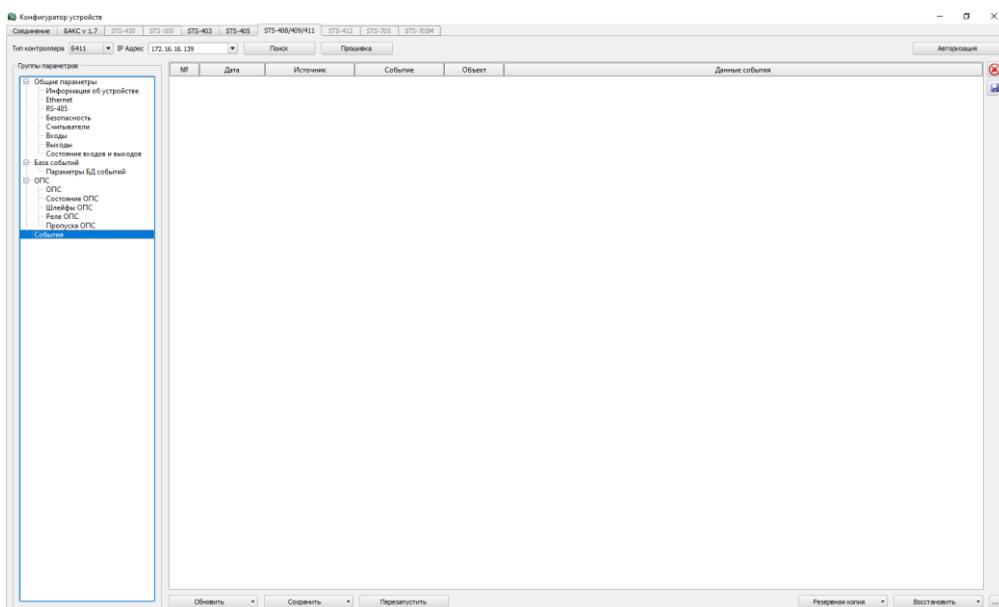

Рисунок 29 – События
- События – сюда записываются события, которые имели место быть в процессе работы прибора (рисунок 29).